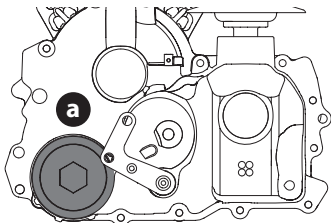
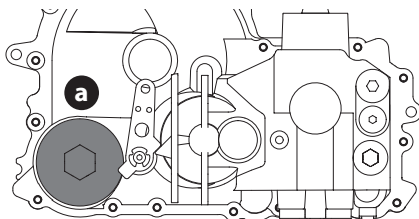

Figure 50
Figure 51
2. Placez un récipient approprié sous le couvercle du filtre à huile (a) de transmission. Retirez le couvercle du filtre à huile de transmission pour vidanger l'huile (Figure 50 pour Série 700, Figure 51 pour Série 900). Retirez et jetez le joint torique.
4. Remplacez le nouveau filtre et placez le nouveau joint torique sur le couvercle du filtre (a) (Figure 50 et Figure 51).